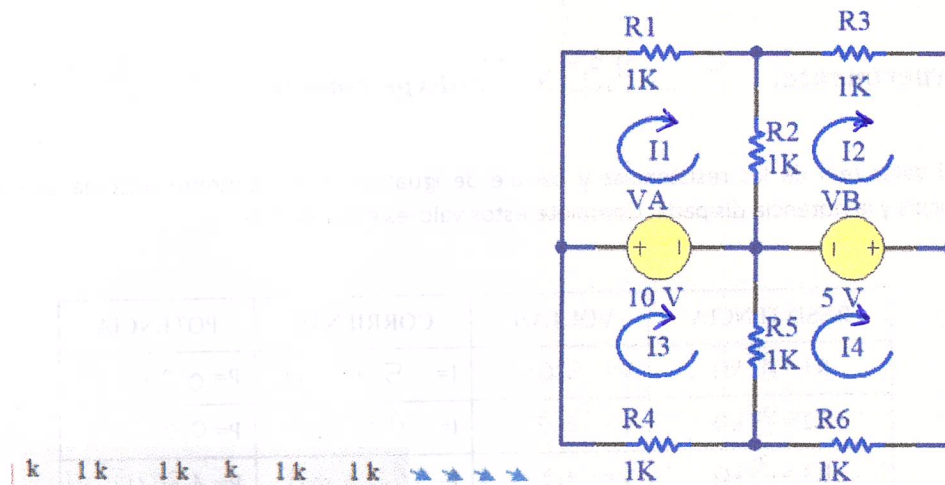

Figura 1. Primer circuito a montar práctica No. 4
1. Como ejercicio antes de la práctica, realice el cálculo de I1, I2, I3 e I4 en la Figura 1 por medio del método de corriente de mallas.